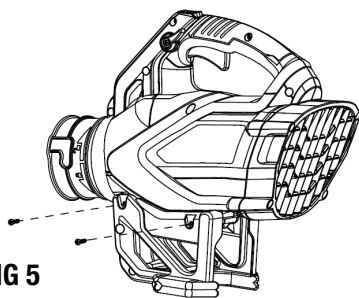

FIG 5
2. Serrez les quatre vis fournies pour fixer la cartouche de batterie en place. Voir Fig. 5.